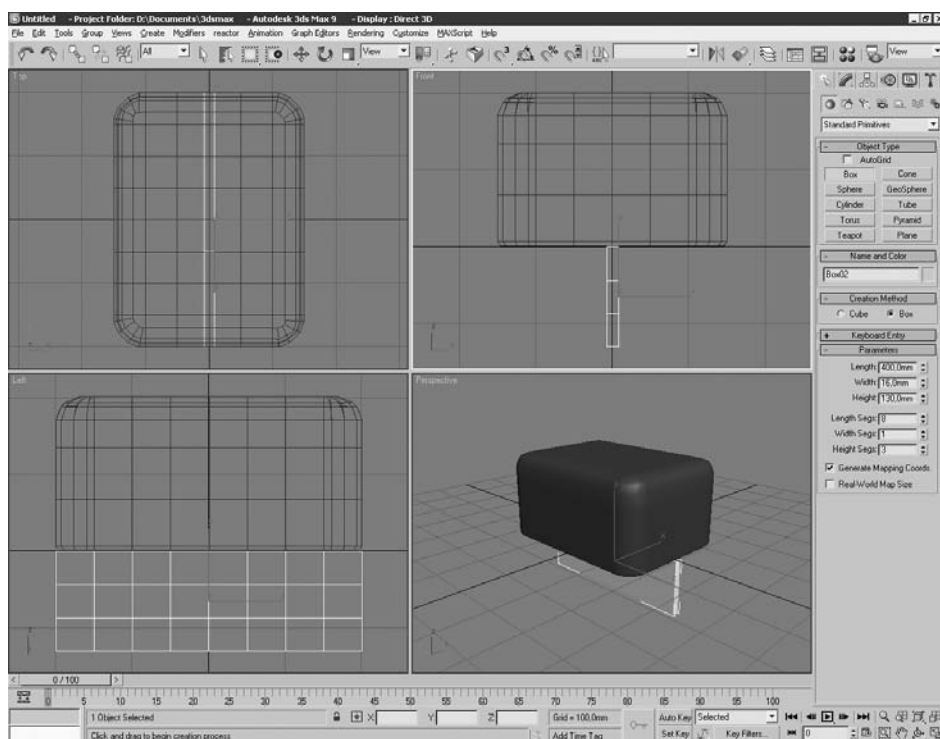

Рис. 4.4
8. Перейти в окно проекции Front (Вид спереди) и создать примитив Box (Параллелепипед) размером $400 \times 130 \times 16$ мм. Количество сегментов по длине детали установить равным восьми. Получится модель большей детали из ДСП толщиной 16 мм (рис. 4.4). Она же послужит заготовкой для остальных двух деталей.